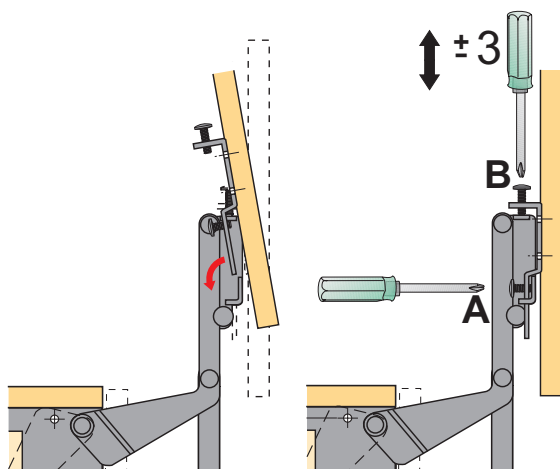

Fig.3
- placez le vitre sur le support vissé (voir la figure 3),
- vissez les vis latéraux de contrôle (voir la figure 3 pos. A) à l'aide du tournevis en croix,
- réglez à l'aide du tournevis en croix le placement du vitre par rapport à la partie restante du meuble (± 3 mm) à l'aide de deux vis supérieures de réglage (voir la figure 3 pos. B).